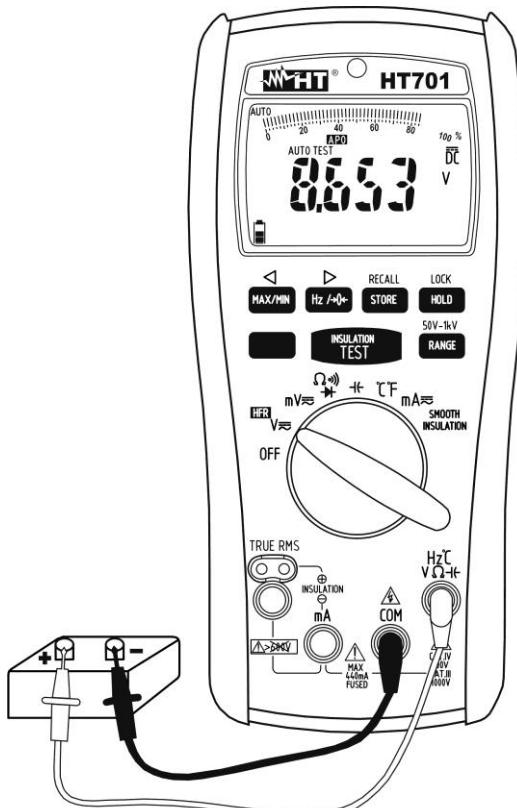

Abb. 2: DC Spannungsmessung
5. Stellen Sie die rote Messleitung und die schwarze Messleitung in die Punkte mit positivem und negativem Potenzial des gemessenen Kreises (siehe Abb. 2). Der Spannungswert erscheint auf dem Display
7. Das Symbol “-“ auf dem Display des Gerätes gibt an, dass die Spannung die umgekehrte Richtung mit Bezug auf die Verbindung in Abb. 2